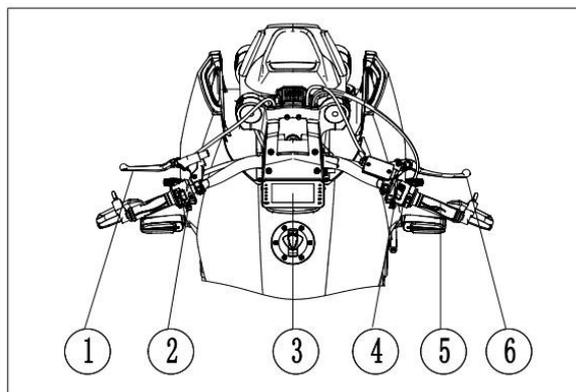

Рис. 3
**Передняя часть кузова (Рис. 3)**
- ① Рычаг сцепления
- ② Левый блок управления
- ③ Приборная панель
- ④ Правый блок управления
- ⑤ Рукоятка дроссельной заслонки
- ⑥ Рычаг переднего тормоза